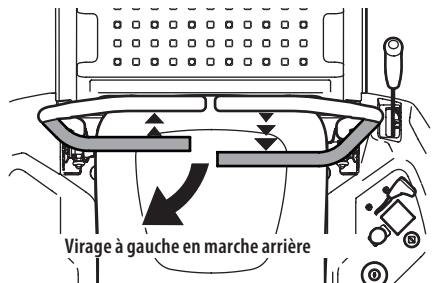

Figure 32
1. Pour tourner à gauche en marche arrière, poussez la barre de conduite gauche vers l'avant et tirez la barre de conduite droite vers vous (Figure 32).